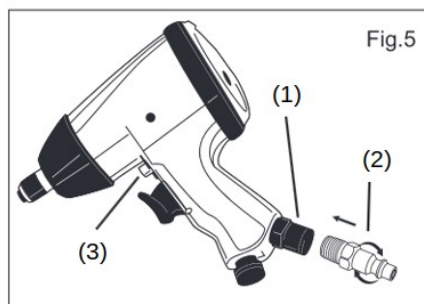

Fig.5
- Prepare una conexión de rosca macho de ¼" (**Fig. 5, 2**) (no incluida en el envío) envolviendo la rosca con cinta de sellado en el sentido de las agujas del reloj. Atornille manualmente el conector a la rosca macho en la entrada de aire (**Fig. 5, 1**), tal y como se muestra, y apriételo con una llave (no suministrada) para una conexión hermética. **NOTA: No apretar demasiado fuerte! Para esta conexión debe utilizarse una cinta de sellado.**
- Empuje la válvula de control (**Fig. 5, 3**) hacia adelante, de modo que el final de la válvula sobresalga sobre el disparador o gatillo, para un funcionamiento de la herramienta en el sentido de las agujas del reloj ("hacia adelante").